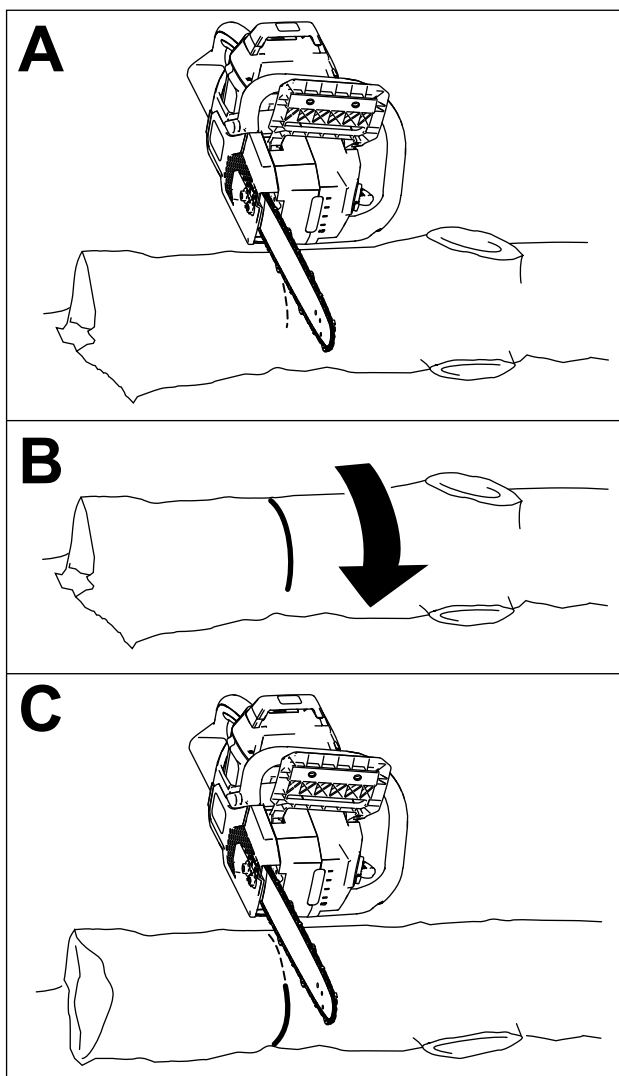

Figura 22
- Si el tronco está apoyado en toda la longitud un suelo llano y nivelado, corte un tercio del diámetro desde arriba, luego gire el tronco 180° y haga otro corte para coincidir con el primero (Figura 22).